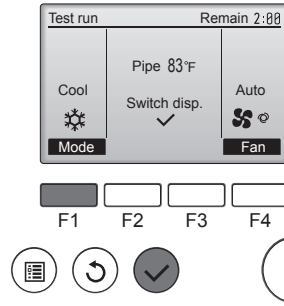

Fig. 6-5
- Pulse el botón **F1** para recorrer los modos de funcionamiento siguiendo el orden de "Cool" (Frío) y "Heat" (Calor). (Fig. 6-5)